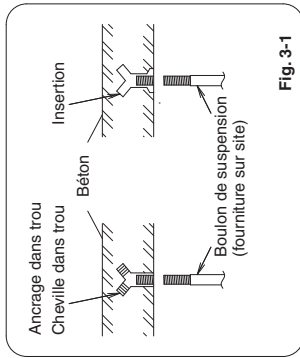

Fig. 3-1
- (2) Vissez les boulons de suspension, en les laissant sortir du plafond de la manière indiquée en Fig. 3-1.